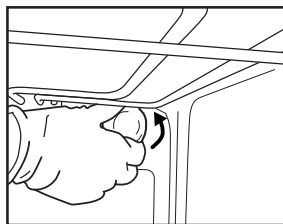

Fig. 6
2. Skru lampeglasset af (Fig. 6), skift pæren ud (se bemærkningen angående type), og skru lampeglasset på igen.